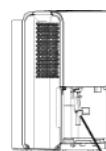

Fig. 7
- Om pumpslangen ramlar av när du tar bort behållaren (se fig. 7), måste du installera om pumpslangen ordentligt till enheten innan du sätter tillbaka behållaren i enheten (se fig. 8).